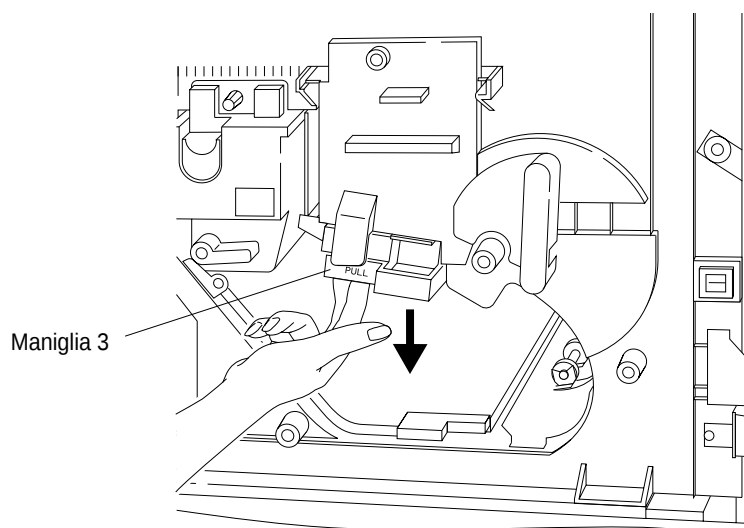

Figura 3-39 Abbassamento del gruppo di trasferimento
5. Osservare la Figura 3-39. Estrarre con cura la maniglia 3 per sganciare e rilasciare la guida di trasferimento. Abbassare con cura la guida di trasferimento e lasciarla cadere sul fondo della stampante, al suo interno.